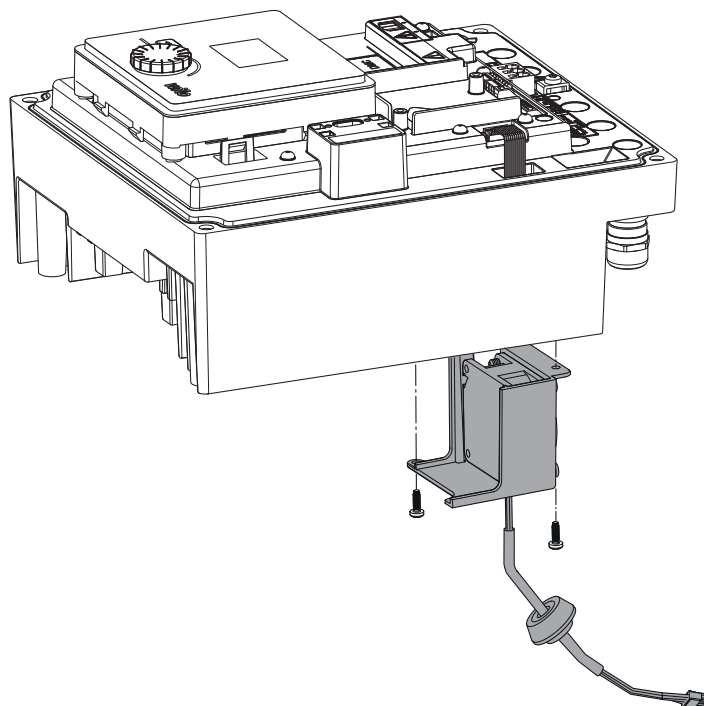

Fig. 48: Nuimkite modulio ventiliatorių su kabeliu ir guminiu sandarikliu
- Nuimkite modulio ventiliatorių ir nuo apatinės modulio dalies atlaisvinkite kabelį su guminiu sandarikliu (Fig. 48).